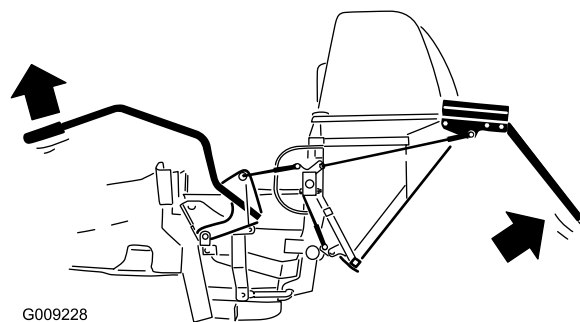

Figure 47
4. Abaissez la poignée pour fermer la trappe (Figure 47).